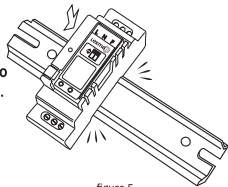

figura 5
6. Instale a caixa com o receptor no trilho DIN do armário eléctrico (ver figura 5).